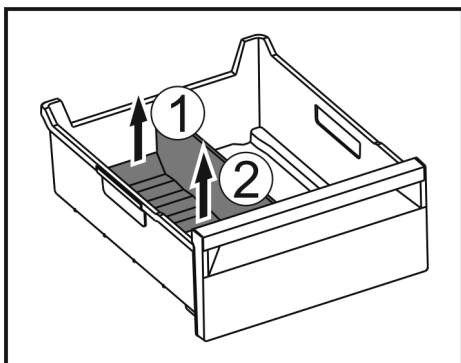

Fig. 231
- Підняти задню частину перегородки відділення для льоду. Fig. 231 (1)
- Вилучити перегородку рухом вгору. Fig. 231 (2)